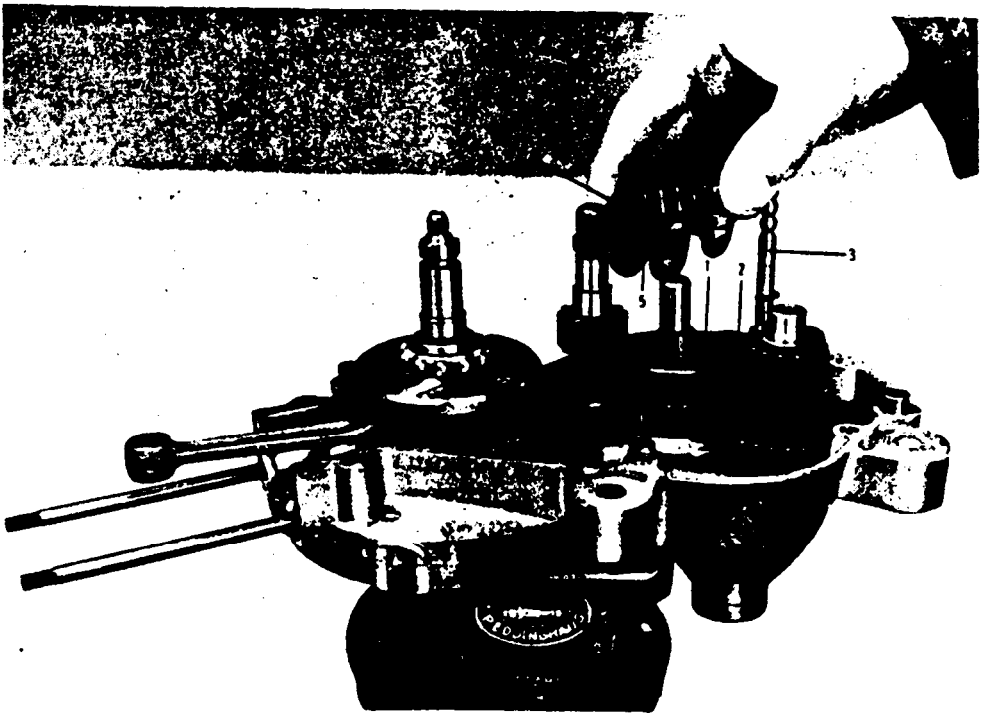
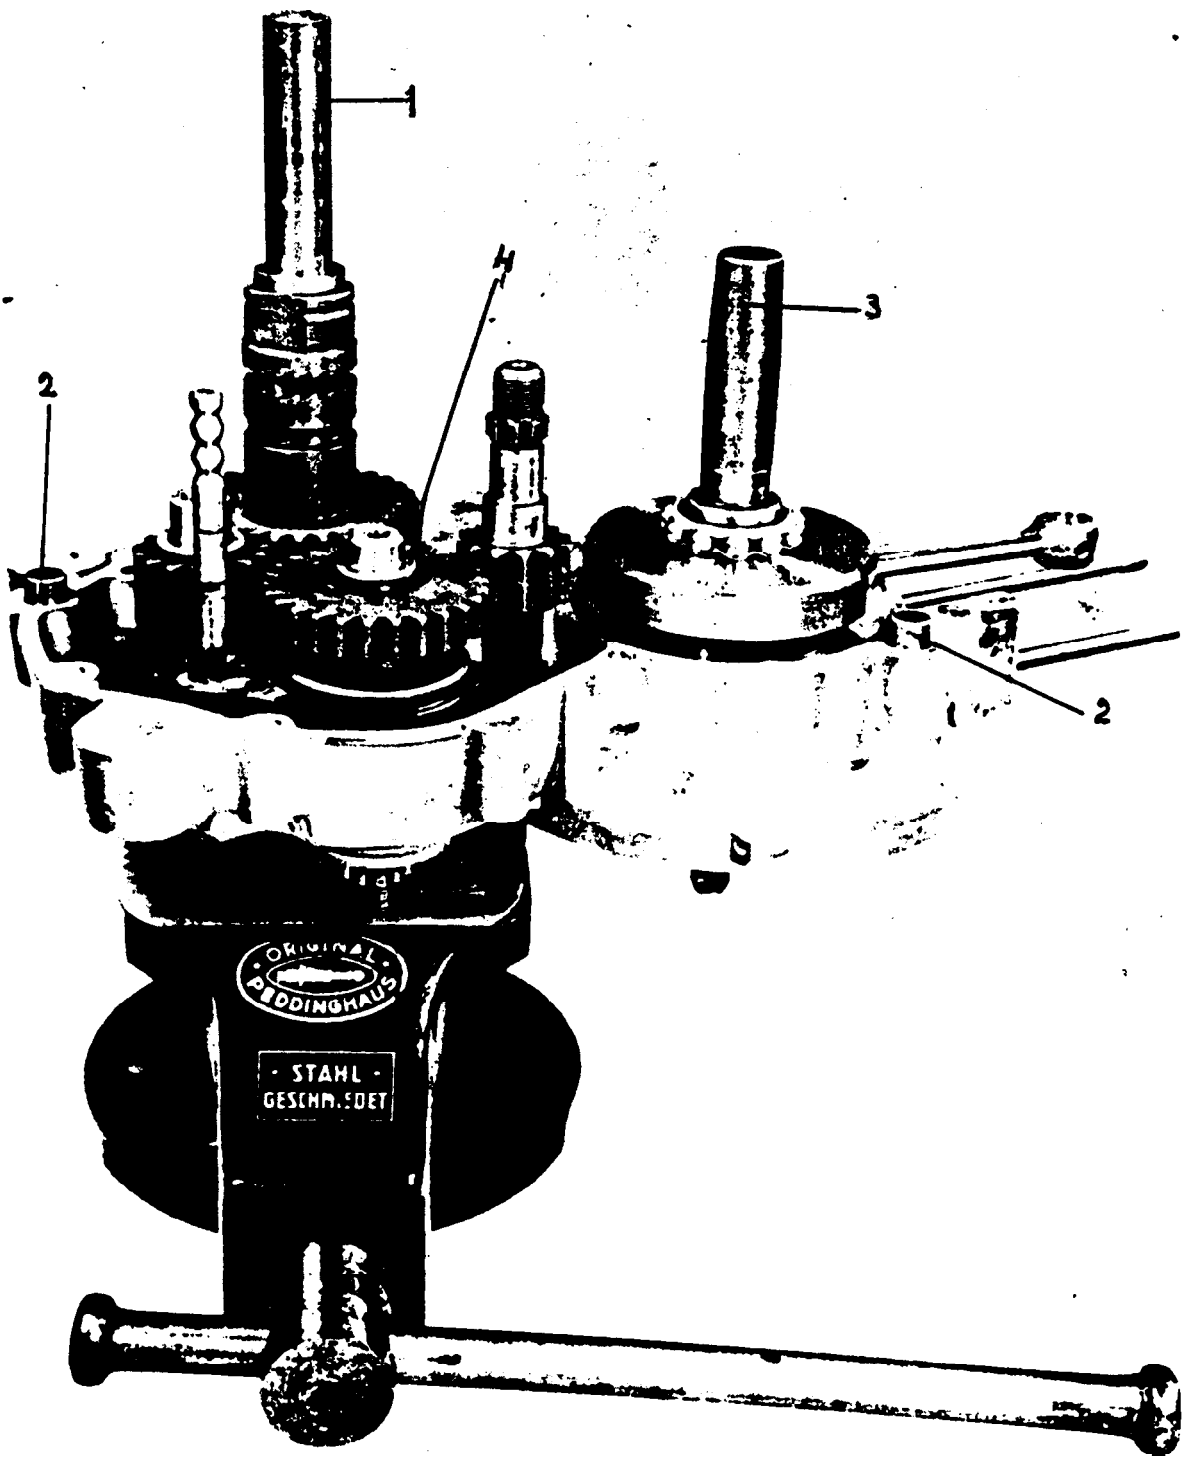

Fig. 25. Plaatsen schakelas
Fig. 27. Plaatsen trapas 2 versnellingen
- 4 Schakelschuifstuk (fig. 25/1) op de schakelvork (fig. 25/2) schuiven en dan tezamen met de schakelas (fig. 25/3) in het carter plaatsen. Hierna het eerste versnellingstandwiel (fig. 25/4) met de nokken (fig. 25/5) naar binnen op de aandrijfas plaatsen. Let erop, dat de aanslagring op de Bz-ring van de schakelas ligt. Ten slotte vulring (fig. 27/4) op het eerste versnellingstandwiel leggen.
- 5** Dikke vulring op het trapaslager leggen en de trapas (fig. 27/1) met de seegerring naar voren in het geoliede lager plaatsen. Pasbussen (fig. 27/2) in hun boringen plaatsen en de ingevette pakking op het carter leggen.
- 6** Controleren of de binnenste en buitenste schakelhevel een rechte hoek maken, zo niet, dan corrigeren. Montagehuls 050.1000.0 - W23 (fig. 27/3) over de kruktaf schuiven.